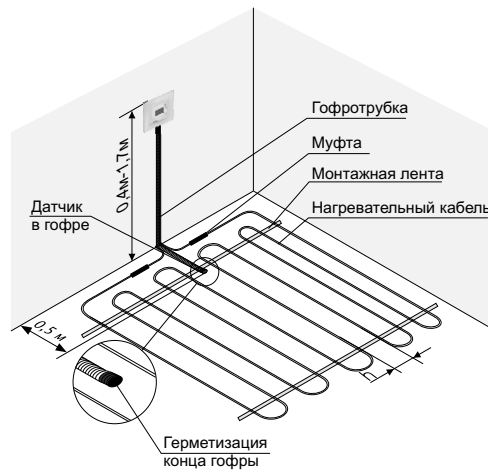

Рисунок 1. Монтаж терморегулятора и системы теплый пол
- закрепить терморегулятор в монтажной коробке. Для чего снять лицевую рамку поддев с боку, отверткой вставленной в паз (рис.1), поместить терморегулятор в монтажную коробку и закрутить монтажные винты.